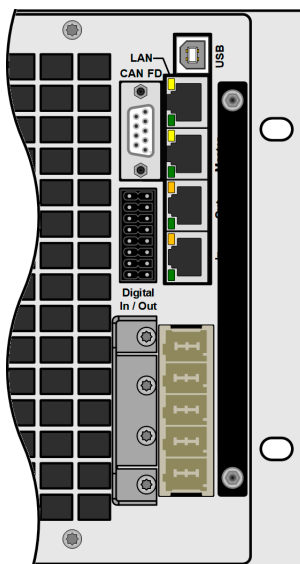

Bild 12 - Montageposition des Haltewinkels
2. Den Haltewinkel anbringen und mit den temporär entfernten, sowie zusätzlich zwei mitgelieferten Schrauben (M3x8) und den Spanscheiben befestigen. Siehe *Bild 12*.